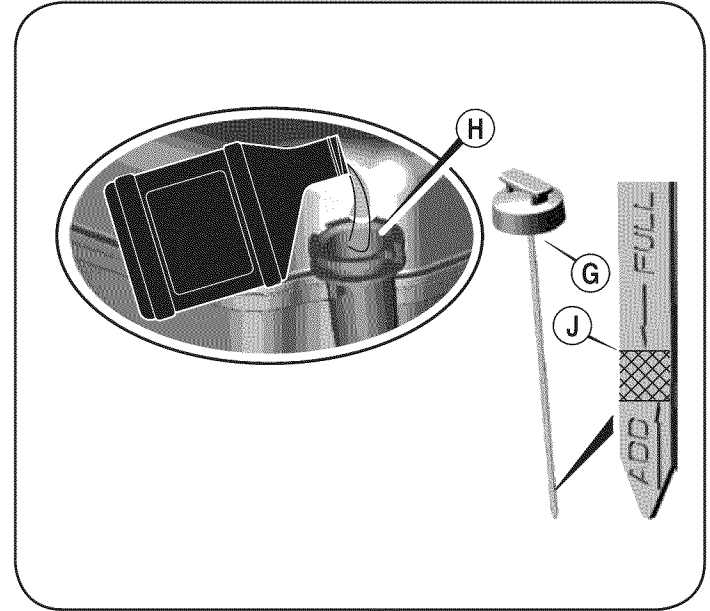

Figura 13
1. Saque la varilla del nivel de aceite (G).
2. Con la cortadora de césped ubicada en suelo nivelado, vierta el aceite lentamente por dentro del tubo de llenado de aceite del motor (H) hasta la marca de límite alto en la varilla medidora del nivel de aceite (J). Vea la Figura 13.
3. Coloque y ajuste la varilla indicadora. Luego quítela para revisar el nivel de aceite. Vea la Figura 13.